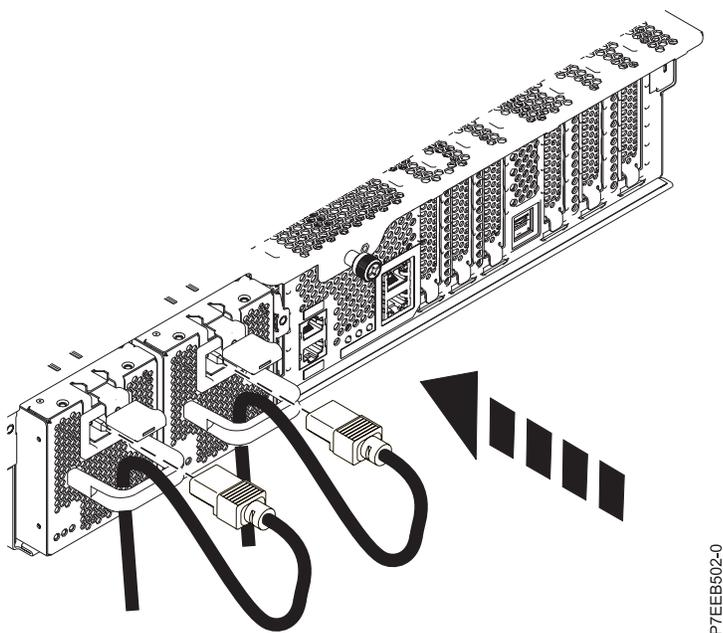

Figura 21. Cómo hacer pasar y conectar el cable de alimentación
2. Colocándose detrás de la unidad del sistema, haga pasar el cable de alimentación del sistema a través de la pieza de retención de cables, tal como se muestra en la Figura 21 en la página 20.